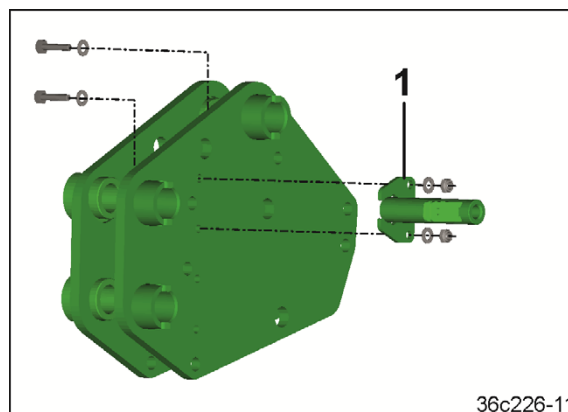

Fig. 111
1. Visser le logement (Fig. 111/1) au point d'accouplement supérieur.